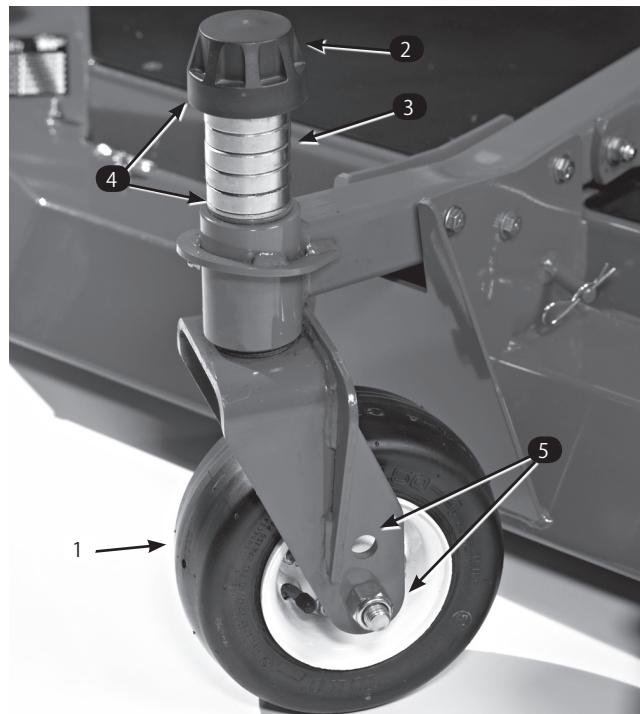

図16
11. ステッカーに表示されている刈り高になるよう、3mmのシムで調整する（図16）；「カッティングユニットのピッチの調整」を参照。